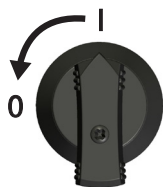

Abbildung 31
2. DC-Lasttrennschalter am Wechselrichter auf 0 stellen (Abbildung 31).